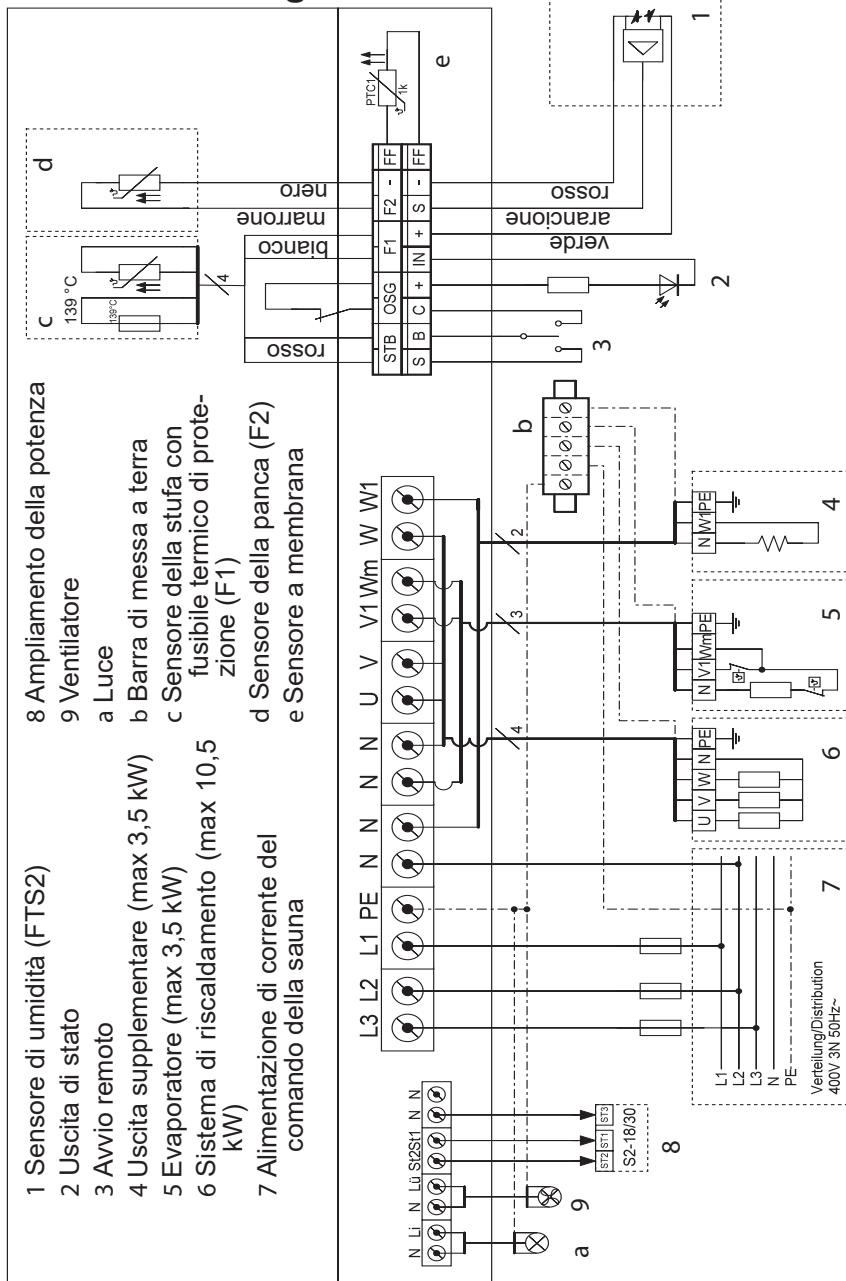

Fig.10 Schema di collegamento
- Osservare lo schema di collegamento (**Fig.10**) a pagina **28**.